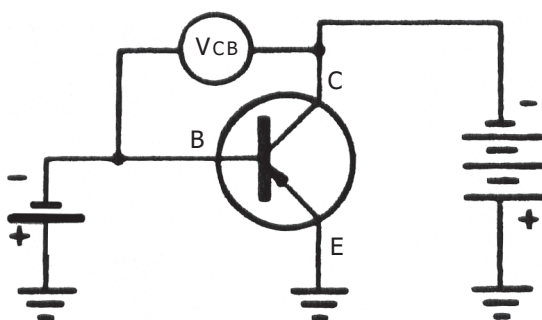

Fig. 36
- tensão de coletor a base (denominada de  $V_{CB}$ ). (Fig. 36)